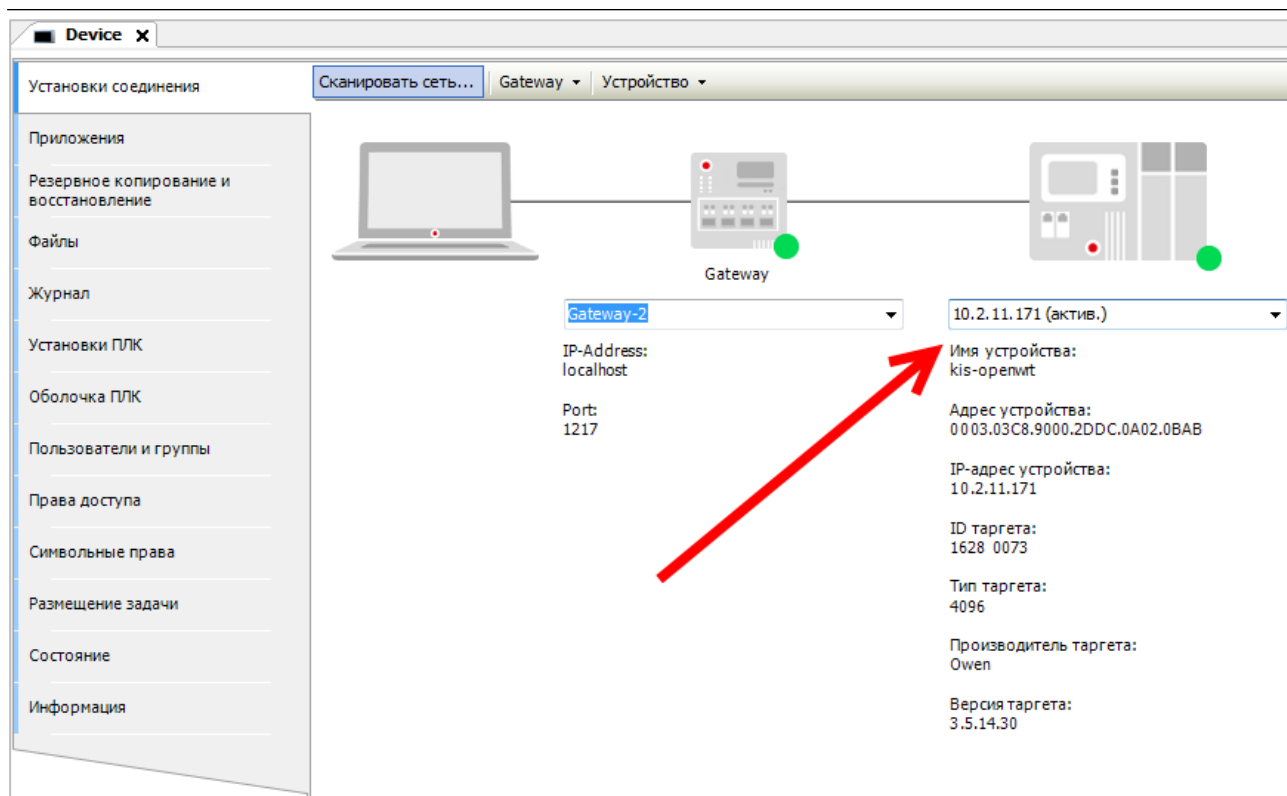

Рисунок 6.5 – Установка связи по IP-адресу
Контроллер может не определяться во время сканирования сети, если в сети, к которой он подключен, заблокированы широковещательные UDP-пакеты. В этом случае следует ввести IP-адрес контроллера вручную и нажать **Enter** для установки соединения (см. рисунок 6.5).
- 11740 (TCP) – для подключения к ПЛК (для загрузки проектов и онлайн-мониторинга) без сканирования сети, напрямую по IP-адресу (см. рис. 6.5).
Контроллер может не определяться во время сканирования сети, если в сети, к которой он подключен, заблокированы широковещательные UDP-пакеты. В этом случае следует ввести IP-адрес контроллера вручную и нажать **Enter** для установки соединения (см. рис. 6.5).